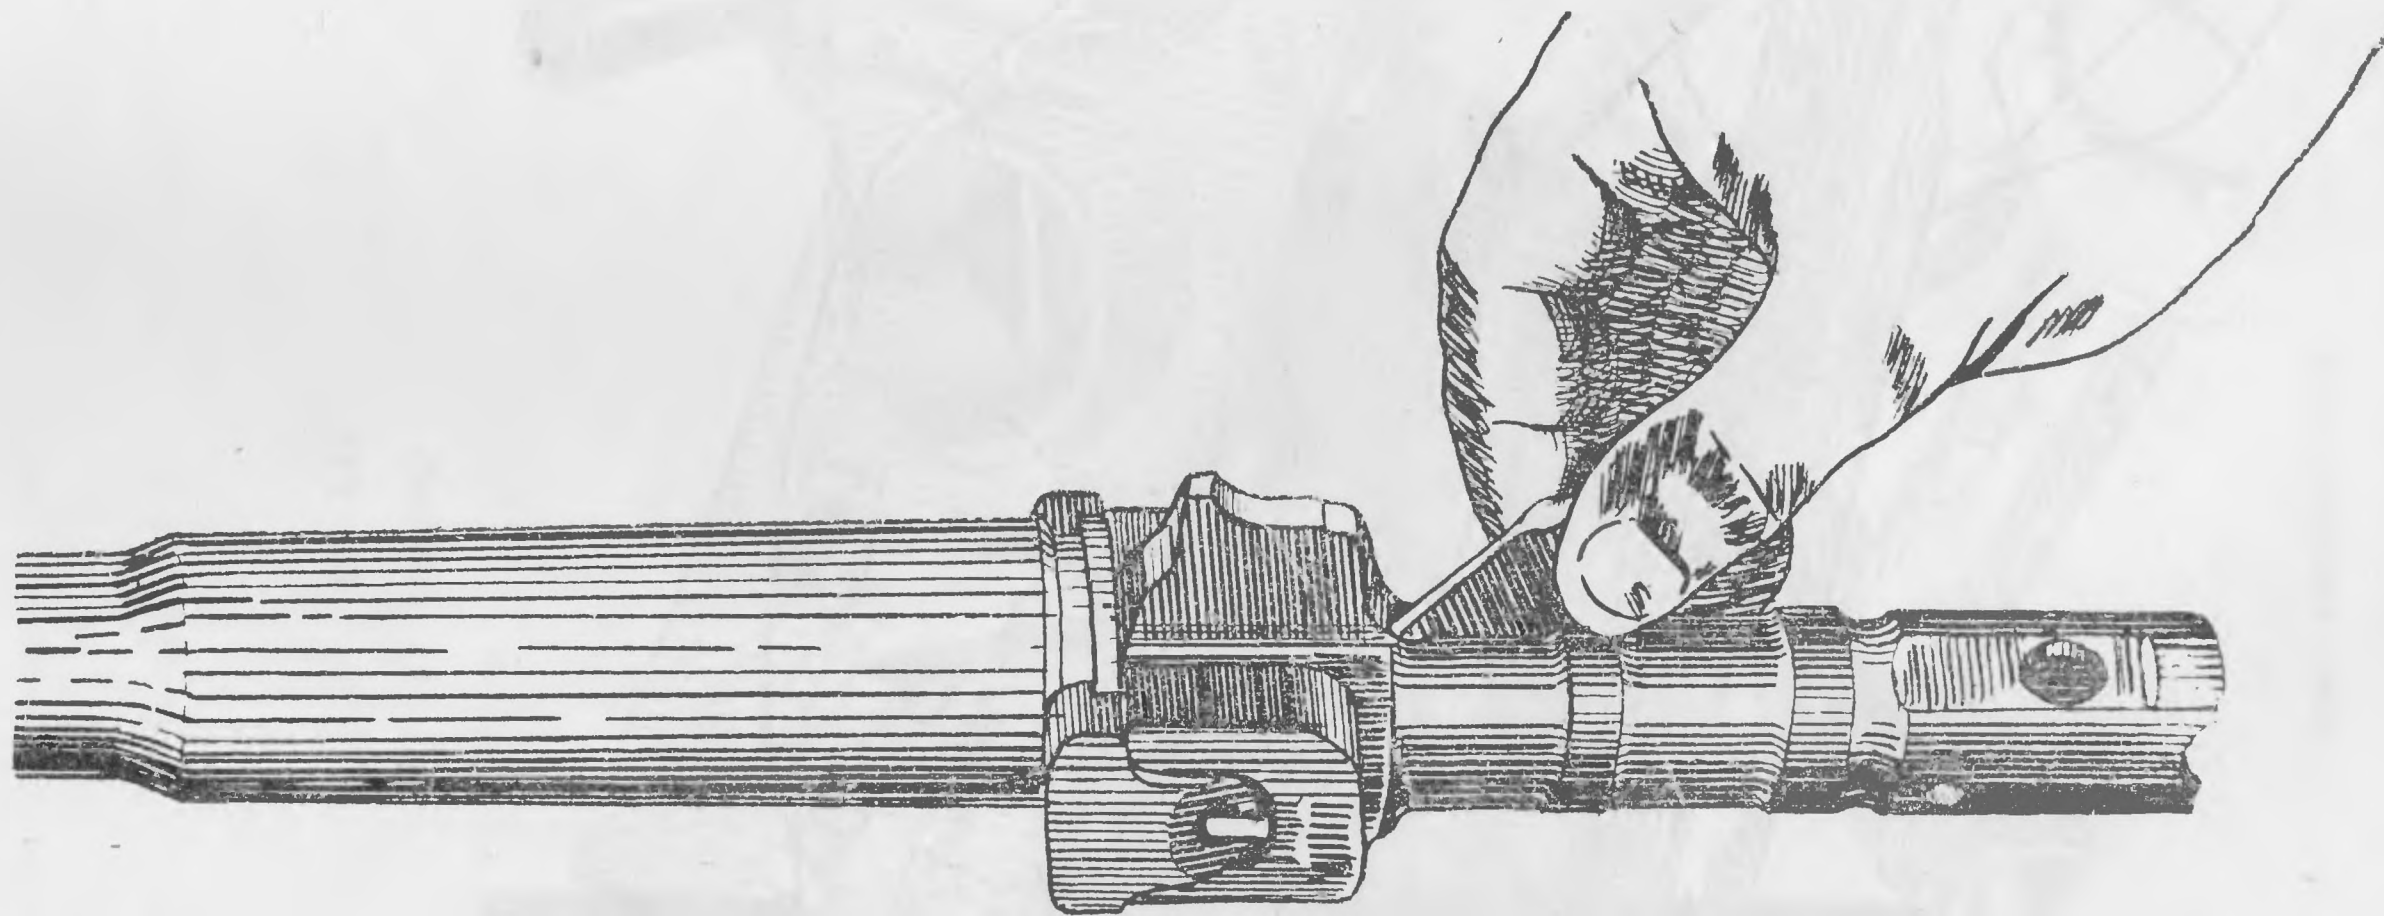

Рис. 7.12
2) раздвиньте экстракторы, используя гильзу (рис. 7.12);
5) вставьте боек и продвиньте его вперед, постучав по нему мягким бойком молотка, предварительно вставив между экстракторами стреляную гильзу (см. рис. 7.12);